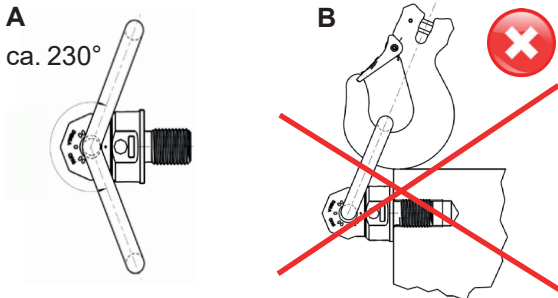

Abb. 1:
- Die auf dem Anschlagpunkt angegebene Tragfähigkeit darf nicht überschritten werden (ausgenommen senkrechte Belastung und optimierte Anwendung mit ausgerichtetem Glied - vgl. *Abb. 1* und *Tabelle 3*).
- Das Einhängeglied von manuell ausgerichteten VWBG kann um ca. 230° geschwenkt werden (*Abb. 1 - A*).
Das Einhängeglied bzw. das eingehängte Anschlagmittel muss im VWBG frei beweglich sein und darf sich nicht an der Lastkante sowie am Grundkörper des VWBG abstützen (Abb. 1 - B).